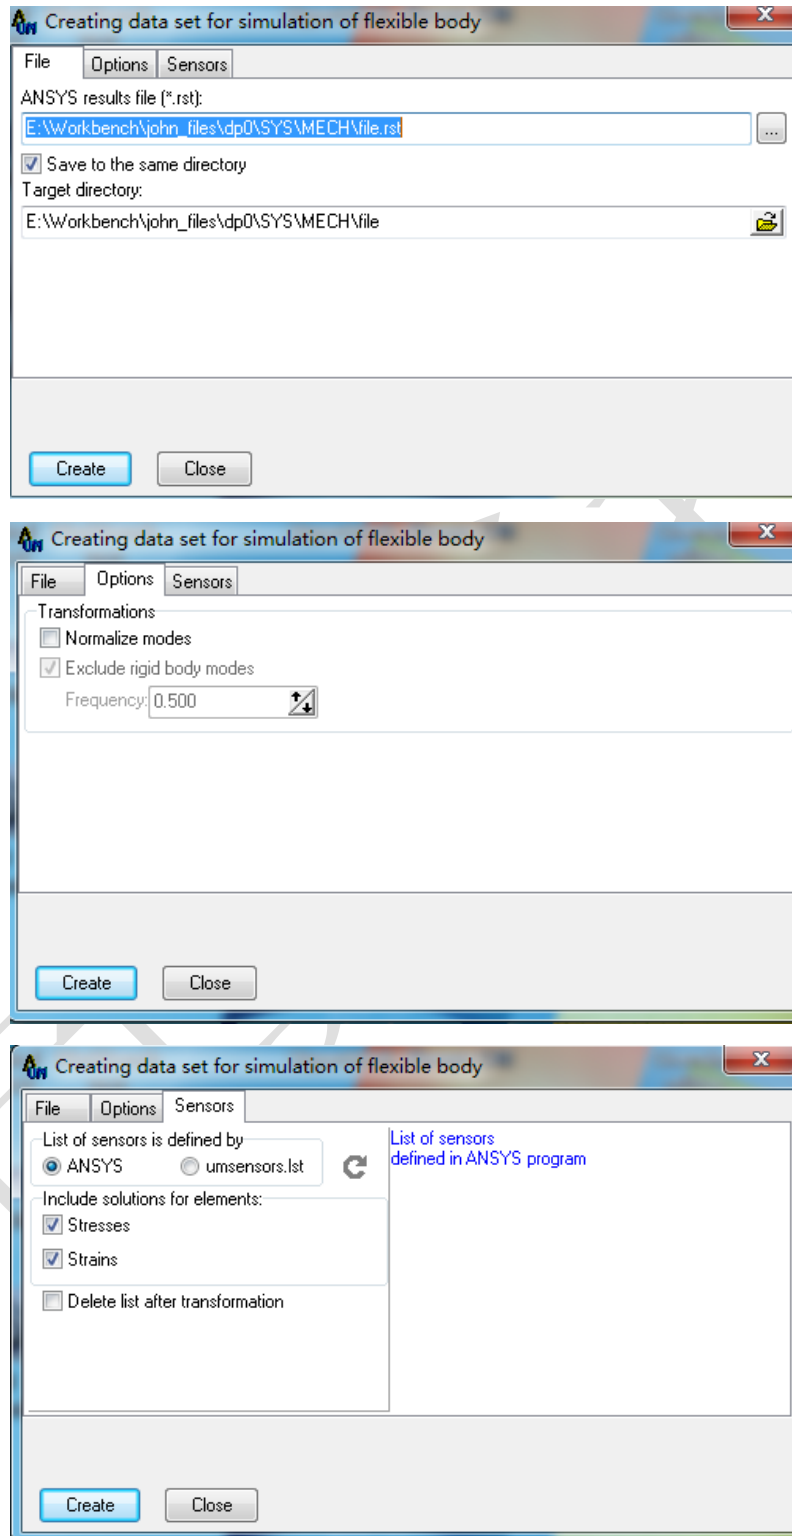

图 2.9
16. 手动运行 **ANSYS_UM.EXE**, 选择 **.rst** 文件 (缺省名字为 **file**), 按图 2.9 进行设置, 生成 **input.fum** 文件。